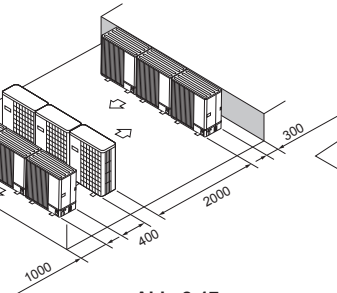

Abb. 2-17
- (6) Mehrfachanlagen in paralleler Anordnung (Abb. 2-17)